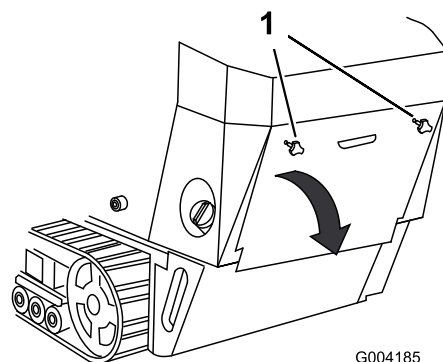

Bild 27
1. Schrauben Sie die zwei Handräder ab, mit denen die hintere Abdeckplatte an der Maschine befestigt ist (Bild 27).
2. Kippen Sie die hintere Abdeckplatte nach unten und nehmen sie ab, um die internen Teile zugänglich zu machen (Bild 27).